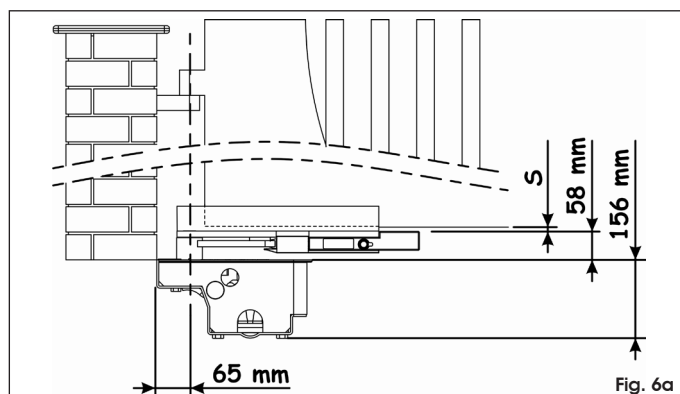

Fig. 6a
- Distanza minima tra bordo inferiore del cancello e pavimento come da Fig. 6a (dove "s" è lo spessore della staffa guida);
2. Posizionare in piano la cassetta portante nello scavo rispettando le indicazioni di Fig. 6a - 6b - 6c. Il centro del perno presente sulla cassetta deve essere perfettamente allineato con l'asse di rotazione dell'anta (Fig. 6a - 6b - 6c).